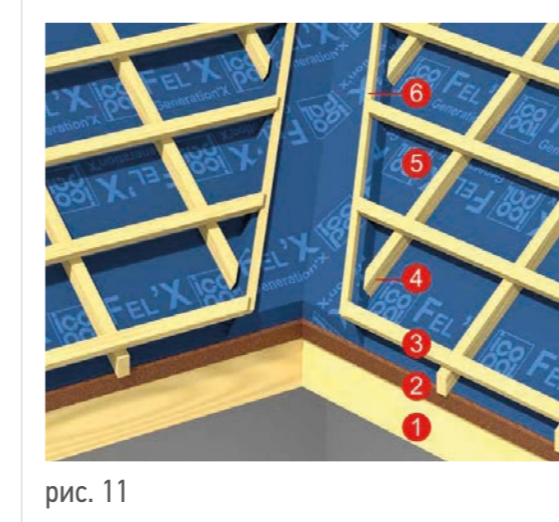

рис. 11
7.3.11. В ендове шаговую обрешетку заводят на опорный настил до рейки 25x25 мм (рис. 11).